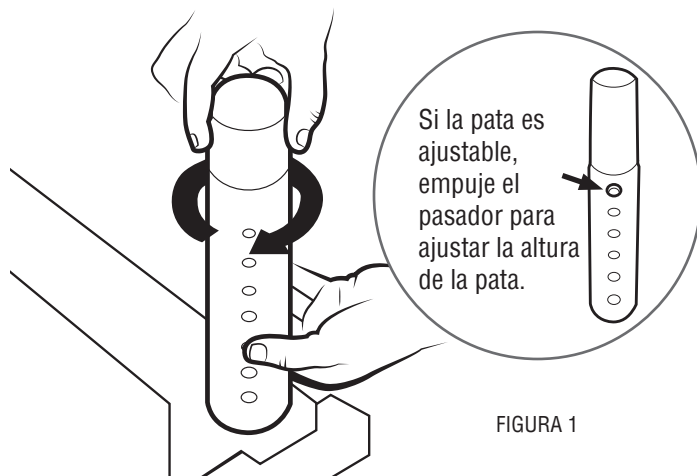

FIGURA 1
PARA CONFIGURACIÓN INDEPENDIENTE (utilizando las patas), atornille las (4) patas en los orificios roscados de las esquinas del marco de la base (figura 1). Gire la base sobre sus patas.